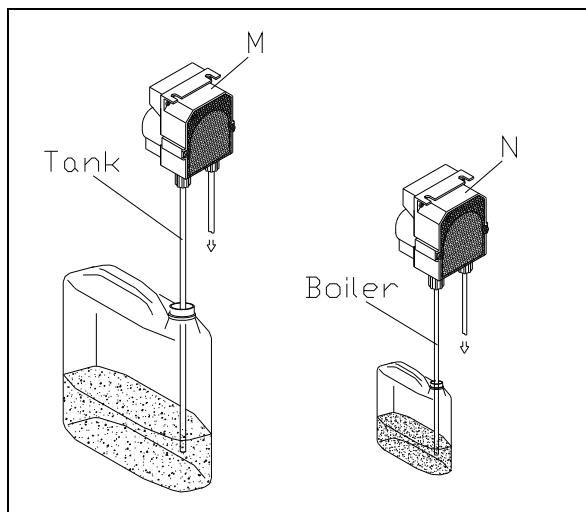

Рис. 3-4
- Дозатор моющего средства (M) (опционально) и ополаскивателя (N) настроены изготовителем. Если необходимо изменить настройку, поверните регулировочный винт на самих дозаторах. Емкости для моющего средства и ополаскивателя (если они не поставляются с прибором) должны быть размещены рядом с машиной и подключены к прозрачным шлангам, которые находятся на задней панели прибора (резервуар для моющего средства и для ополаскивателя) (рис.3-4).
- The detergent dispenser (M) (optional) and rinse aid dispenser (N) are regulated by the manufacturer. If the setting needs to be changed, turn the regulating screw on the dispensers. The detergent and rinse aid containers (if not provided with the appliance) should be placed next to the machine and connected to the transparent pipes fitted to the back of the appliance (Tank for the detergent and Boiler for the rinse aid) (fig.3-4).
- Die Dosierer des Reinigungsmittels (M) (auf Anfrage) und des Glanzspülmittels (N) werden werkseitig eingestellt. Für andere Einstellungen die Stellschraube der Dosierzvorrichtung regeln. Die Behälter für Reinigungsmittel und Glanzspülmittel (wenn nicht mit dem Gerät mitgeliefert) müssen in unmittelbarer Nähe der Maschine stehen und die Entnahme erfolgt über die durchsichtigen Schläuche (Tank für das Reinigungsmittel und Boiler für Glanzspülmittel) an der Rückseite des Geräts (fig.3-4).
- Les doseurs du détergent (M) (sur demande) et du produit de rinçage (N) seront réglés par le constructeur. S'il vous fallait régler différemment, faire tourner la vis de réglage sur les doseurs mêmes. Les alvéoles à détergent et à produit de rinçage (si non fournies avec l'appareil) seront mises près de la machine et le prélevement sera effectué par des tubes transparents (Tank pour le détergent et Boiler pour l'agent de brillantage) situés derrière l'appareil (fig.3-4).
- Los dosificadores de detergivo (M) (a pedido) y abrillantador (N) salen de la fábrica regulados por el Constructor. En el caso de que se necesitara una regulación distinta, usar el tornillo de dosificación de los propios dosificadores. Si los contenedores de detergivo y abrillantador no forman parte del equipamiento base, se deben colocar cerca de la máquina; el detergivo y el abrillantador se sacan a través de los tubos de toma transparentes (letrero Tank para el detergivo y Boiler para el abrillantador) ubicados en la parte trasera del aparato (fig.3-4).